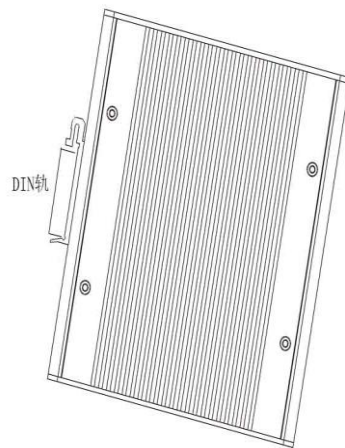

图 3-1 RugNet IES1005 安装方式图
大多数的工业应用采用 35mm 标准 DIN 卡轨式安装，其安装尺寸如图 3-1 所示。从包装箱中取出设备时，RugNet IES1005 后面板上应该已经固定好铝型材的 DIN 卡轨连接座。如果 RugNet IES1005 需要卡装在 DIN 轨上，则在安装之前应该检查 DIN 轨的安装情况。主要包括以下 2 项内容：
- 如图 3-1 中所示，将 DIN 轨卡入 DIN 卡轨连接座，确认 RugNet IES1005 设备可靠地安装到 DIN 轨上。